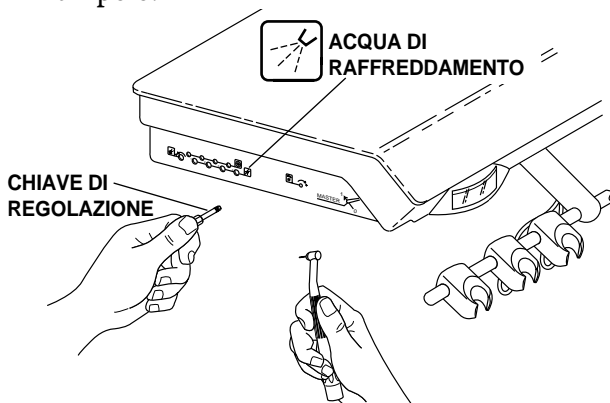

Figura 8. Regolazione dell'acqua di raffreddamento
I controlli del flusso dell'acqua di raffreddamento vengono utilizzati per la regolazione del flusso dell'acqua di raffreddamento nei manipoli (vedere la Figura 8).
2. Individuare i controlli del flusso dell'acqua di raffreddamento (vedere la Figura 8).